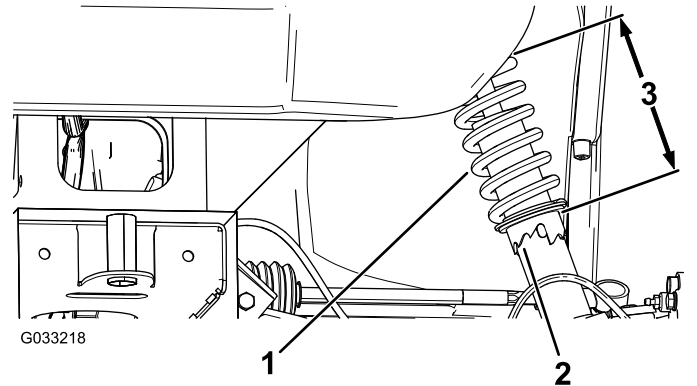

Figure 46
2. Si le carrossage des roues n'est pas correct, utilisez la clé à ergots pour tourner le collet sur l'amortisseur et orienter la roue correctement (Figure 46).